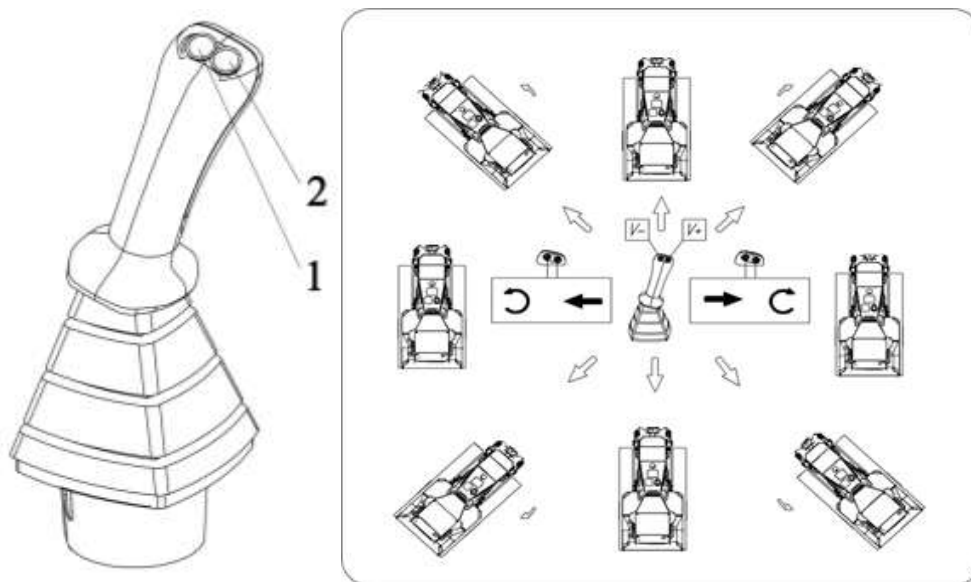

Рисунок 3.47. Джойстик управления движением
Машина при работе имеет возможность двигаться вперед и назад на разных передачах без дополнительных переключений. Для этого, при помощи кнопок 1 и 2 рис. 3.47, необходимо выбрать требуемую передачу: переключение производится путем кратковременного нажатия на одну из кнопок, при движении в том направлении, для которого хотим выбрать передачу. Передачи 1-3 являются рабочими, передача 3 соответствует максимальной скорости при максимальной тяге машины. Передачи 4-6 являются транспортными, передача 6 соответствует максимальной скорости при минимальной тяге.
- рукояткой управления оборотов двигателя поз. 2 рис. 3.47 задать требуемый скоростной режим работы двигателя. Контроль частоты вращения двигателя осуществлять по индикатору поз. 1, рис. 3.2;